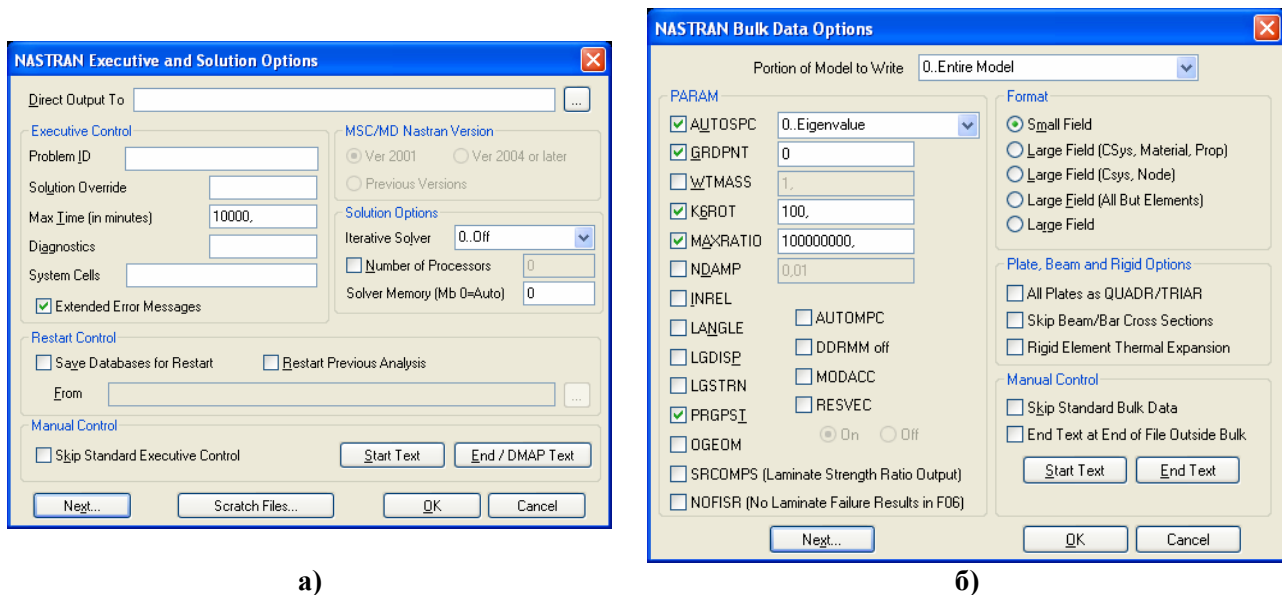

Рис.4.15. Диалоговые панели настройки данных и параметров секций „NASTRAN Executive/Solution” (а) и „Bulk Data” (б) файла \*.dat
Если на панели „**Analysis Set Manager**” (см. рис.4.13-а) выбрать подраздел „**NASTRAN Executive/Solution**” раздела „**Options**”, то после инициирования кнопки „**Edit**” появится панель „**NASTRAN Executive and Solution Options**” (см. рис.4.15-а). На ней в секции „**Restart Control**” для создания файла рестарта типа \*.MASTER иницируются опция „**Save Databases for Restart**” и (когда предыдущим процессом уже создан файл рестарта типа \*.MASTER) опция „**Restart Previous Analysis**” (провести рестарт предыдущего анализа), а в поле „**From**” выбирается соответствующий файл рестарта типа \*.MASTER (рестарт необходим для нескольких типов задач, о чем будет указано в соответствующих местах).
Подраздел „**NASTRAN Executive/Solution**” раздела „**Options**” на диалоговой панели „**Analysis Set Manager**” настраивается с помощью диалоговой панели „**NASTRAN Executive and Solution Options**” (см. рис.4.15-а).
Подраздел „**NASTRAN Bulk Data**” (все детали модели для Nastran) раздела „**Options**” настраивается с помощью диалоговой панели „**NASTRAN Bulk Data Options**” (см. рис.4.15-б).
**Примечание 4.5.** Если с помощью кнопки „End Text” панели „NASTRAN Bulk Data Options” (см. рис.4.15-б) в файл \*.dat ввести строку **PARAM, USETPRT,0**, то в файл \*.f06 будут выведены таблицы со всеми множествами степеней свободы.